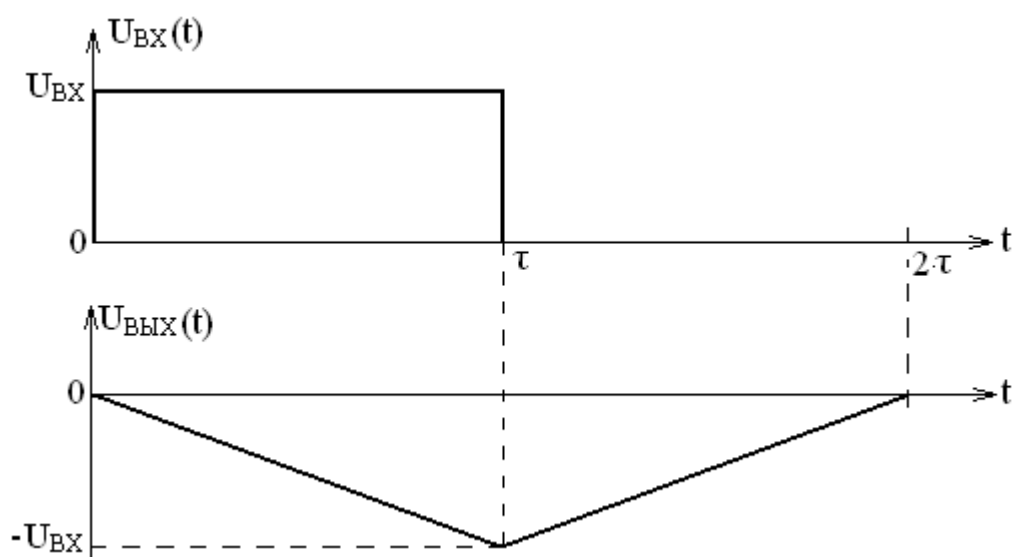

Рисунок 4.5 - Графики входного и выходного сигналов интегратора
5. Построить графики входного и выходного сигналов (рис. 4.5) с указанием конкретных значений напряжения и времени.